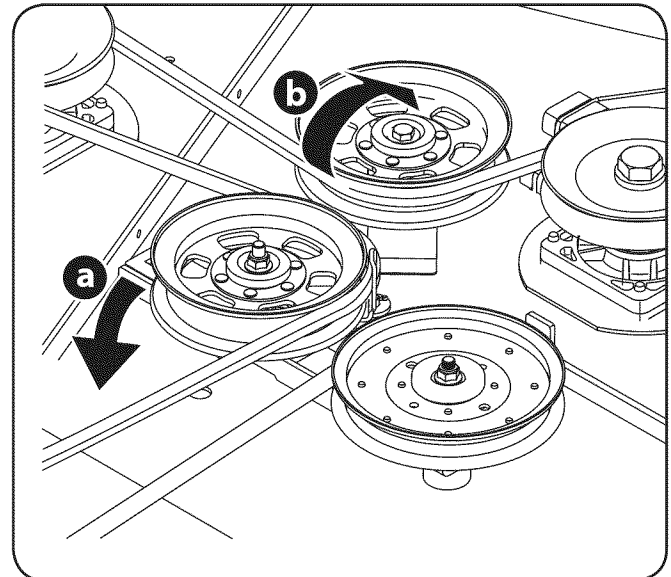

Figura 34
- b. Desde la parte media del tractor, haga girar el soporte de p Polea loca y la p Polea loca móvil hacia atrás, separándolos de la parte posterior de la correa en 'V' (a) a una distancia suficiente que permita levantar la correa, por encima de la p Polea loca (b). Vea la Figura 34.